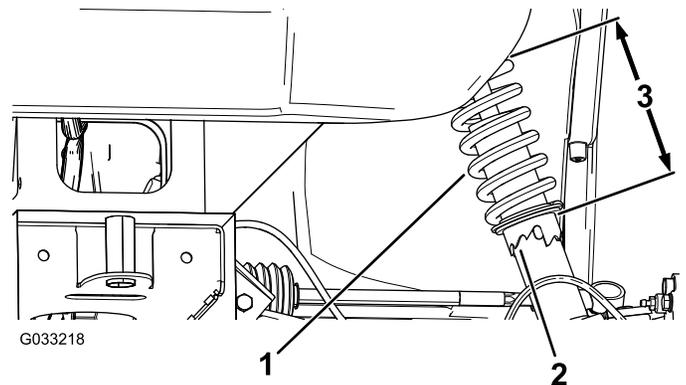

図 54
2. キャンバの調整が必要な場合には、スパナレンチでショックアブソーバのカラーを回してホイールを整列させる 図 54。